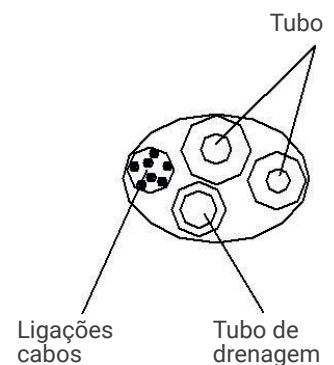

Fig.6
1. Conexão do tubo traseiro direito (semelhante ao tubo inferior direito) (opcional, consulte a Fig. 6)